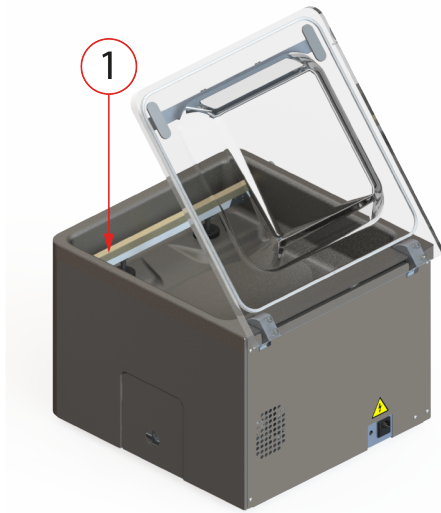

Figura 6: Extracción de la barra de sellado
1. Levante la barra de sellado de los cilindros para extraerla. Consulte *Figura 6: Extracción de la barra de sellado* en la página 35.